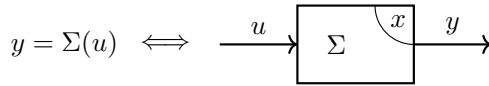

Abb. 1: System  $\Sigma$  mit Eingang  $u$ , Ausgang  $y$  und Zustand  $x$
**System:** Ein Operator der ein Signal ändert. Das System  $\Sigma$  in Abb. 1 transformiert ein Eingangssignal  $u$  in ein Ausgangssignal  $y$ . Ein System kann interne Zustandsvariablen  $x$  haben, welche von aussen nicht zugänglich sind.